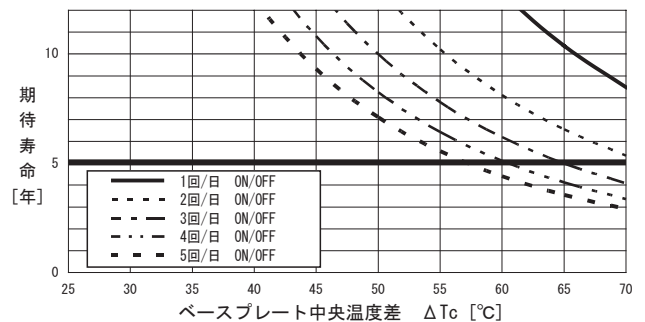

図6.1 熱疲労による期待寿命グラフ
- 図6.1に当社加速試験結果を元に算出した1日のON/OFF回数とベースプレート中央部温度差 ΔT_c に対する製品の期待寿命を示します。連続通電の場合であっても、負荷率の変動などでベースプレート中央部温度に変動が発生する場合は、上記考え方を適用してください。※詳細につきましては当社までお問い合わせください。
- 無償補償期間5年ですが、図6.1に示す期待寿命が5年未満の場合、この寿命を無償補償期間とします。